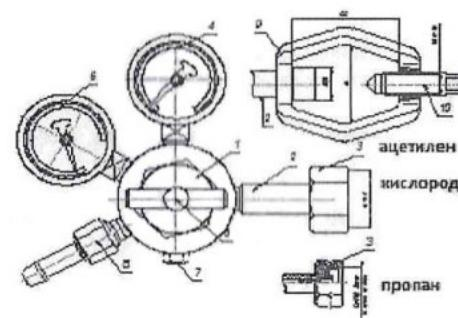

Рис. 1. Редуктор баллонный одноступенчатый:
Редуктор присоединяется к источнику питания газом через входной штуцер (2) (см. рис.1) накидной гайкой (3) с резьбой 3/4" (СП21.4-14).